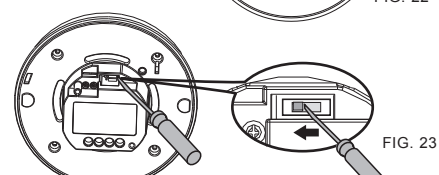

FIG. 23
4.2.1.3 När en rörelse registreras kommer CCT551011/CCT551012 skicka en C-Bus-kontrollsignal för att styra C-Bus-systemets last på (se FIG. 23). Uttaget är gemensam kollektor för användning med C-Bus-enheter med AUX-ingång.